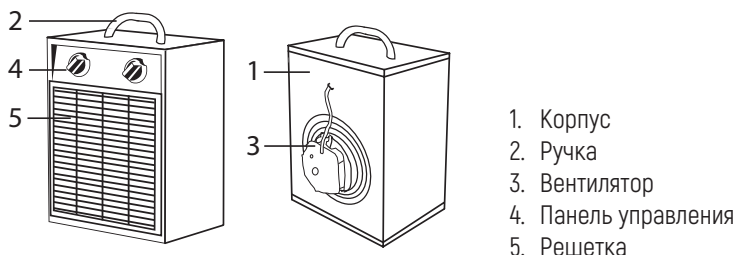

Рис. 1. Устройство прибора
Несущая конструкция тепловентилятора (см. рис. 1) состоит из корпуса (1) и ручки (2). Вентилятор (3) расположен в задней части тепловентилятора. Блок управления расположен в верхней части корпуса под крышкой. Органы управления вынесены на переднюю панель (4). Внутри корпуса расположены трубчатые электронагревательные элементы, закрытые с лицевой стороны тепловентилятора решеткой (5).